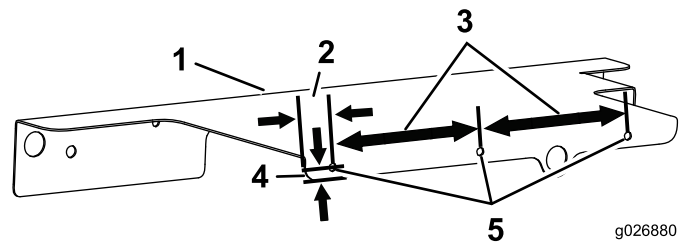

Bild 17
2. Bohren Sie drei 8,6 mm große Löcher in das linke Abdeckungsschutzblech (Bild 17).